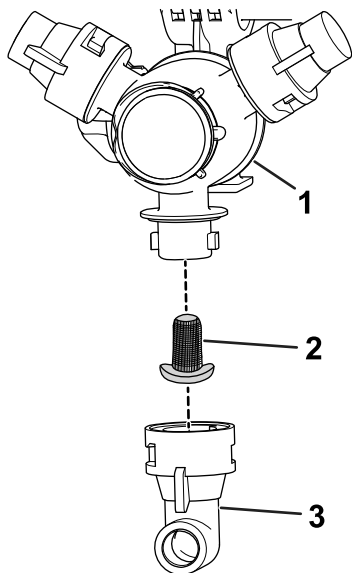

Рисунок 62
2. Снимите сопло с поворотной распылительной головки (Рисунок 62).
3. Снимите старый фильтр сопла (Рисунок 62).
4. Установите новый фильтр сопла (Рисунок 62).
5. Установите сопло на поворотную распылительную головку (Рисунок 62).